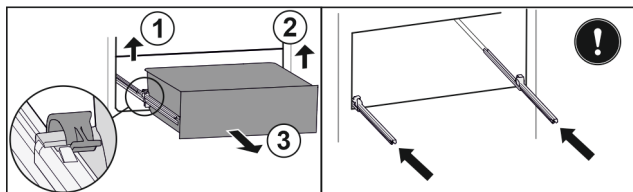

Fig. 166
- Podignite lijevu stezaljku i istovremeno izvucite ladicu lijevo prema naprijed. Fig. 166 (1)
- Podignite desnu stezaljku i istovremeno izvucite ladicu desno prema naprijed. Fig. 166 (2)
- Izvadite ladicu prema naprijed. Fig. 166 (3)